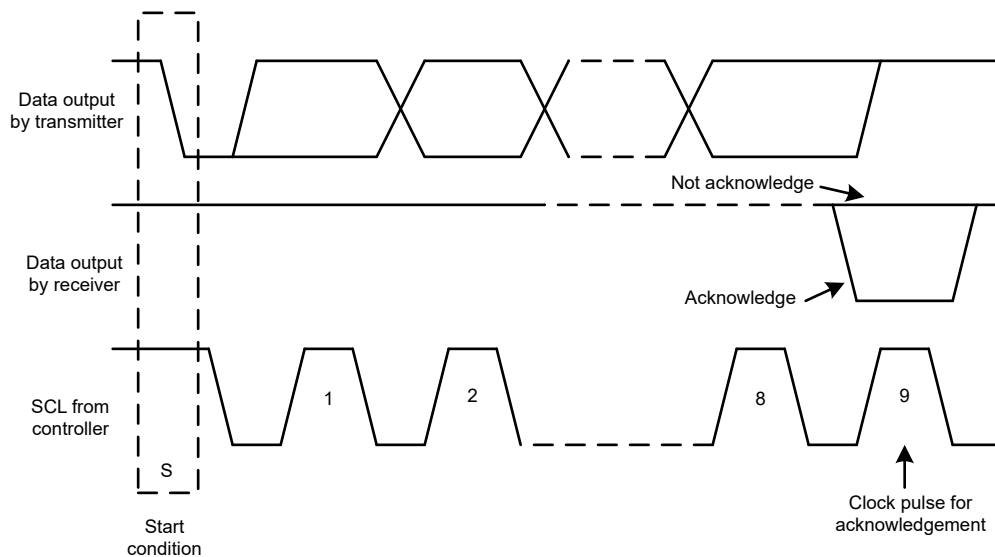
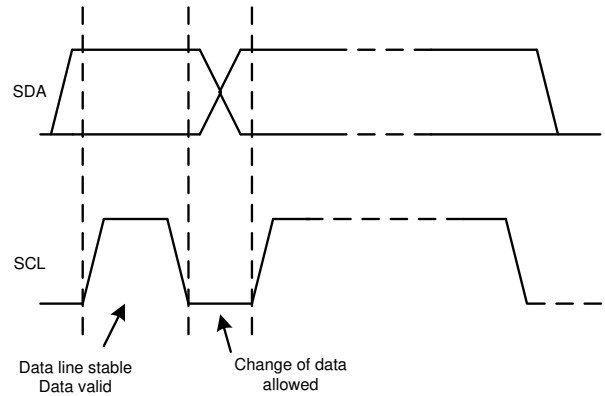

图 7-14. I²C 总线上的确认和非确认
图 7-16. 在 I²C 总线上的位传输
除了特定的时序信号外，I²C 接口还使用串行字节。在每个字节结束时，第九个时钟周期产生并检测确认信号。确认是指 SDA 线在第九个时钟周期的高电平期间被拉低。非确认是指 SDA 线在第九个时钟周期的高电平期间保持高电平，如图 7-14 所示。
2. 控制器随后产生 SCL 脉冲，并在 SDA 线上发送 7 位地址和读取/写入方向位 ($\overline{R/W}$)。在所有传输期间，控制器确保数据有效。有效数据条件要求 SDA 线在时钟脉冲的整个高电平期间保持稳定，如图 7-16 所示。所有器件都识别控制器发送的地址，并将其与相应内部固定地址进行比较。只有具有匹配地址的目标器件才会通过在第 9 个 SCL 周期的整个高电平期间拉低 SDA 线来生成确认，如图 7-14 所示。当控制器检测到此确认时，则表示与目标的通信链路已建立。